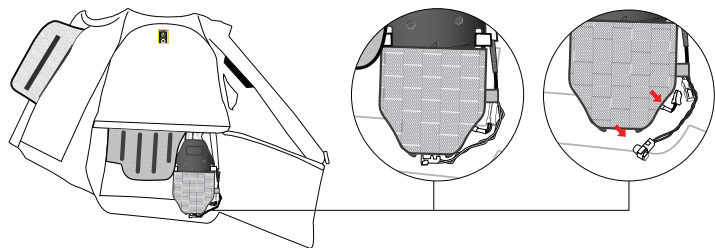

Imagen 12
2. Acceda al alojamiento del inflador (4) y desconecte el cable conectado a la batería y el conector squib del inflador (Imagen 12).